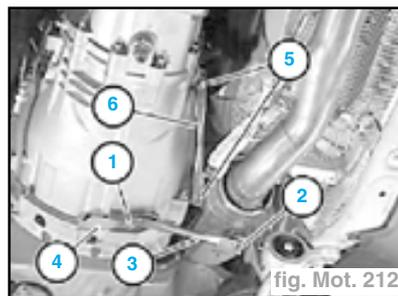

fig. Mot. 212
- Déposer les écrous (1, 5 et 2) et retirer le renfort (3 et 6) (fig. Mot. 212).